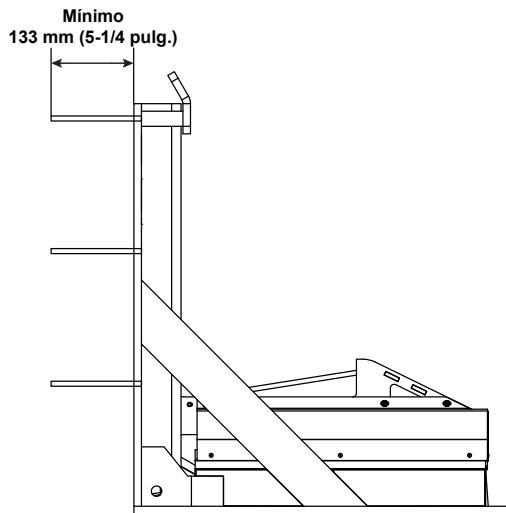

Figura 8
Con la placa trasera como guía, perfore seis (6) orificios para los anclajes de cuña (19 mm x 133 mm [3/4 x 5 1/4 pulg.] mínimo, consulte la Figura 8). Instale los anclajes. Cuando sea posible, la placa trasera también debe estar soldada a un perfil con bordillo con una soldadura de filete de 6.4 mm (1/4 pulg.).